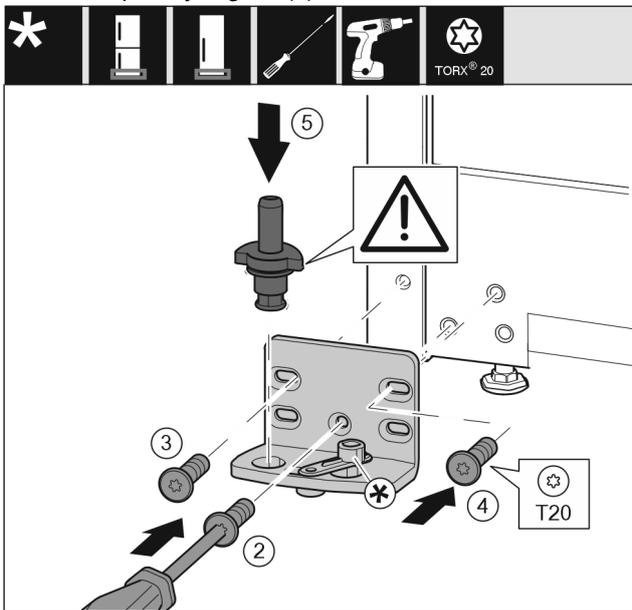

Fig. 25
- ▶ Установите опорный кронштейн с другой стороны и прикрутите с помощью отвертки T20. Начинайте с винта 2 снизу в центре. Fig. 25 (2)
- ▶ Затяните винты 3 и 4. Fig. 25 (3,4)
- ▶ Установите опорный палец в сборе. При этом следите за тем, чтобы выступ фиксатора был направлен назад. Fig. 25 (5)